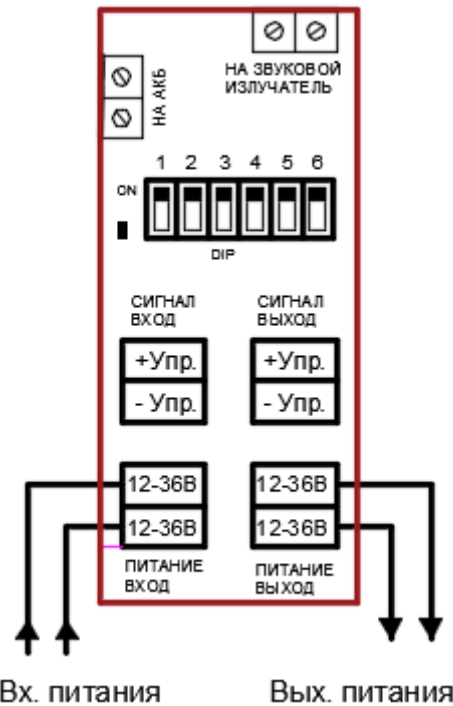

Рисунок 3 – Схема 2-х проводного подключения оповещателя пожарного взрывозащищенного ТСВ 12÷36В. Номинал управляющего сигнала: 12÷36В DC, 12÷28В AC.
### 3.2 НАЗНАЧЕНИЕ ПЕРЕКЛЮЧАТЕЛЕЙ DIP («1-6»), рис. 3 – 8:
- произвести подключение проводов в соответствии со схемами подключений рис. 3 – 6 настоящего РЭ. В оповещателе использованы нажимные клеммы для проводов, сечением до 2,5 мм2. Для подключения оповещателя использовать кабели с медными жилами, сечением не менее 0,75 мм2.